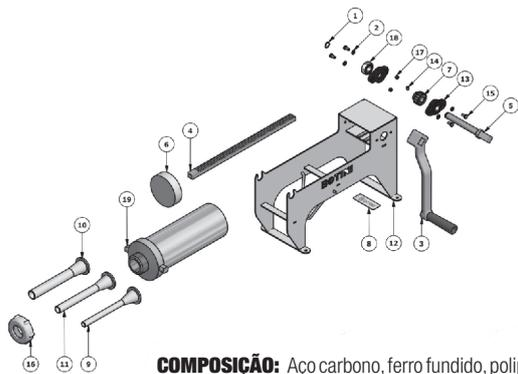

Figura 4
- Em seguida proceda com a montagem da ensacadeira conforme seqüência da figura 4. Coloque o funil (09, 10 ou 11) de sua preferência.